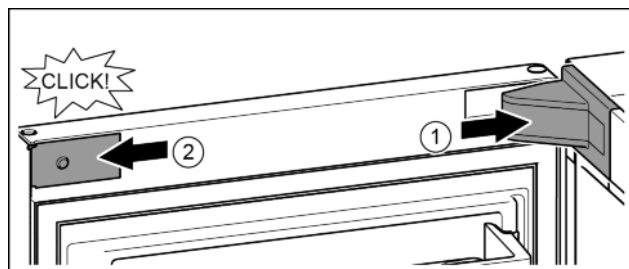

Fig. 16
- ▶ Afdekking van de lagerbus aanbrengen en vastklikken, en indien nodig, voorzichtig uit elkaar drukken. Fig. 16 (1)
- ▶ Paneel zijdelings aanbrengen en vastklikken. Fig. 16 (2)